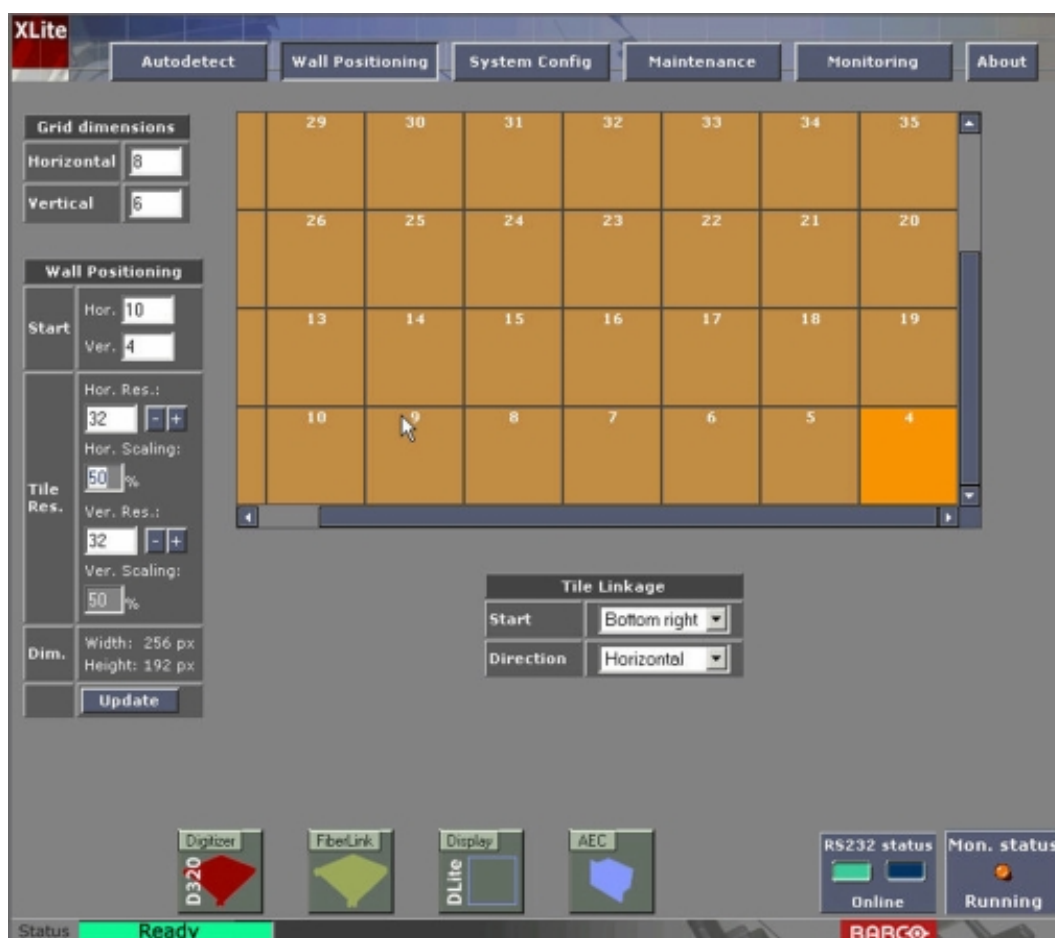

Imagen 5-1
- Haga clic en **Wall Positioning** para abrir la página de posicionamiento de la pared. (imagen 5-1)